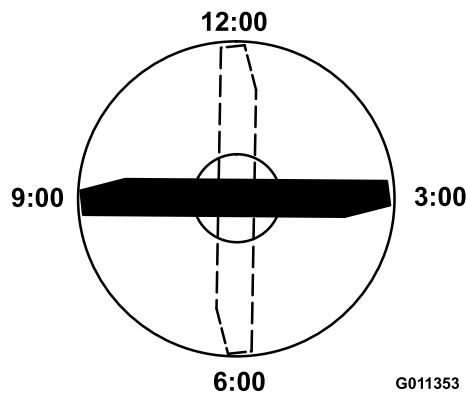

図 67
3. ブレードの印の付いているほうの端部を12時の位置車両進行方向に向け、作業台の表面からブレードの切っ先までの高さを測定する 図 67。
4. 印の付いている端部を3時の位置と9時の位置に向けてそれぞれ高さを測定する **図 67**。